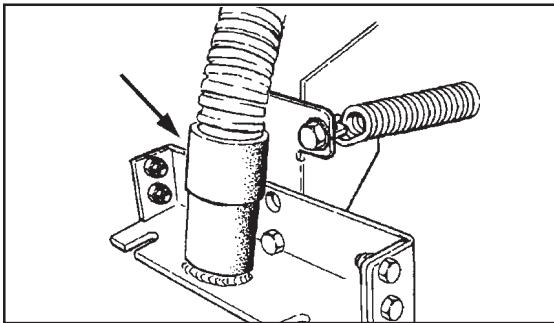

Figure 9
2. Attach the vacuum hose cuff to the squeegee hose fitting (see figure 9).
1. The squeegee body can be tilted to adjust the squeegee blade flare in the middle to match the flare on the ends. To adjust the tilt, loosen the adjusting bolt located on the left and right side of the squeegee (see figure 9).
2. Fixez le manchon du flexible d'aspiration au raccord du flexible de la raclette (voir figure 9).
1. Le corps de la raclette peut être incliné pour régler l'évasement central du balai afin que ce dernier corresponde à l'évasement des côtés. Pour régler l'inclinaison, desserrez le boulon de réglage situé sur les côtés gauche et droit de la raclette (voir figure 9).